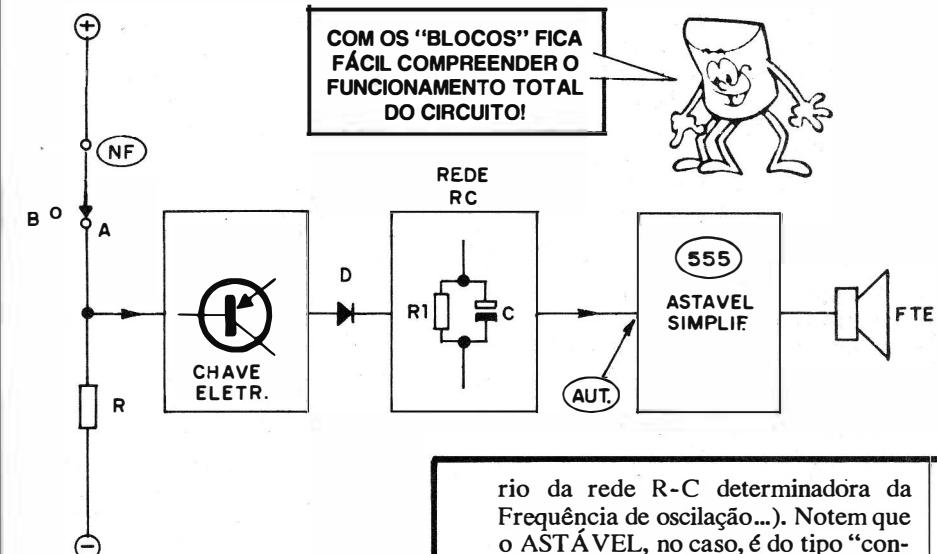

Fig.10
- FIG. 10 - O CIRCUITO - COMO FUNCIONA - Como sempre acontece ao final das “Lições” Práticas aqui do ABC, o diagrama de blocos facilita o entendimento teórico do funcionamento do circuito, a partir de expli-
cações diretas, cujos fundamentos o Leitor/“Aluno” irá encontrar ou na presente “Aula”, ou nas anteriores... Sugere-se que, no acompanhamento das explicações, sejam observados simultaneamente o “esquema” (fig. 1) e o diagrama de blocos (fig. 10). O Integrador 555 está no “coração” do último bloco, formando o ASTÁVEL “simplificado”, cuja configuração vimos exemplificada no decorrer da “Lição” Teórica da presente “Aula” (lá no começo da Revista...). Buscamos esse arranjo visando, unicamente, **economia**, já que se trata de um potente oscilador de áudio a partir de um mínimo de componentes (o próprio alto-falante “faz o papel” do resistor obrigatório
da rede R-C determinadora da Frequência de oscilação...). Notem que o ASTÁVEL, no caso, é do tipo “controlado” a partir do nível de autorização ou inibição aplicado ao seu pino 4... O primeiro bloco (esquerda, no diagrama da fig. 10) é formado por uma simples “chave eletrônica”, centrada num único transistors PNP que, portanto, precisa de polarização **negativa** na sua **base**, para “ligar”... Essa polarização, em condições ótimas, seria facilmente fornecida via resistor R (470K, no esquema - fig. 1). Acontece que, enquanto o REED (Interruptor Magnético) encontrar-se fechado, pela proximidade do “companheiro” imã, tudo se passará como se a chave A-B estivesse na posição A (fechada), com o que a forte “positivação” da **base** do transistors/chave o mantém “desligado”, não havendo assim percurso “livre” para a Corrente entre seus **emis**-